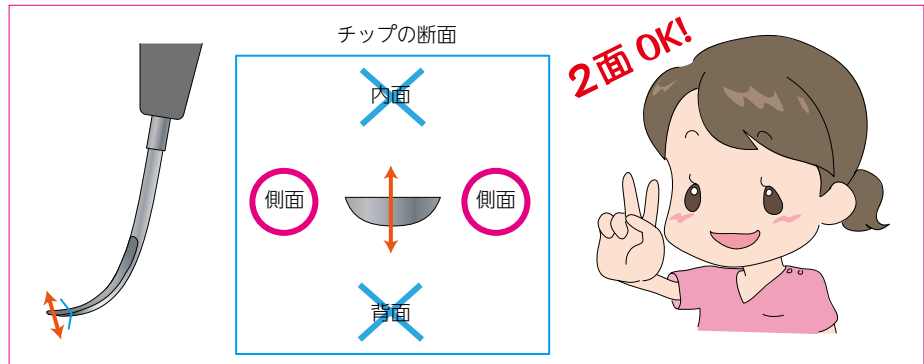

図5 ピエゾ式超音波スケーラー：チップの使用可能部位
セラミックなどの強誘電体に交流電圧をかけることにより、長さが伸び縮みする性質を持つ素子（ピエゾ）を利用します^{1,3)}。電歪振動子は、軸方向に一定した**直線の振動をする（動画⑤）**のが特徴です。直線方向に振動するため、チップの使用部位に制約があります（**図5**）。
⑤ **ピエゾ式超音波スケーラー：チップの動き**